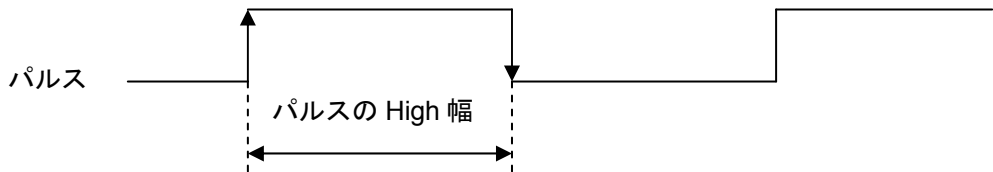

図 2.3 パルスの High 幅計測
- 1) 図 2.3に示すようにパルスの周期を測定し、結果を RAM に保存します。